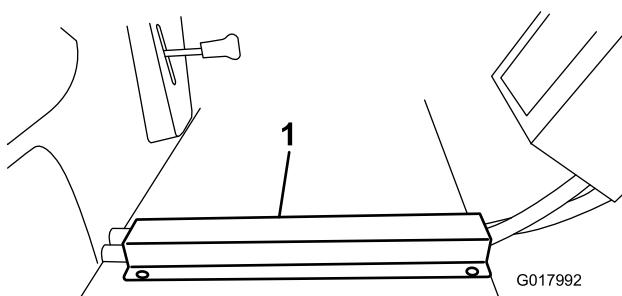

Figura 23
3. Coloque o canal do tubo por cima dos tubos no piso e alinhe a extremidade da frente com a extremidade da frente do piso. Marque e faça furos no piso e instale os parafusos auto-rosantes (Figura 23).